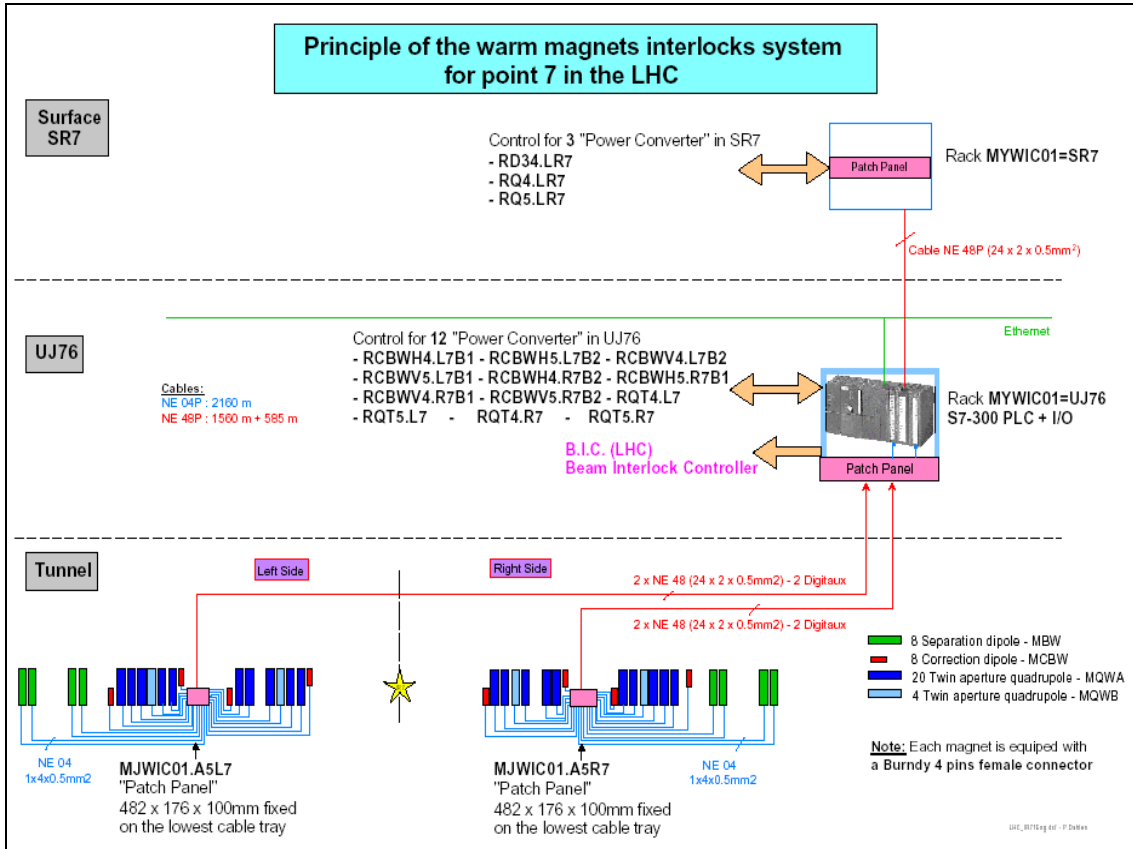
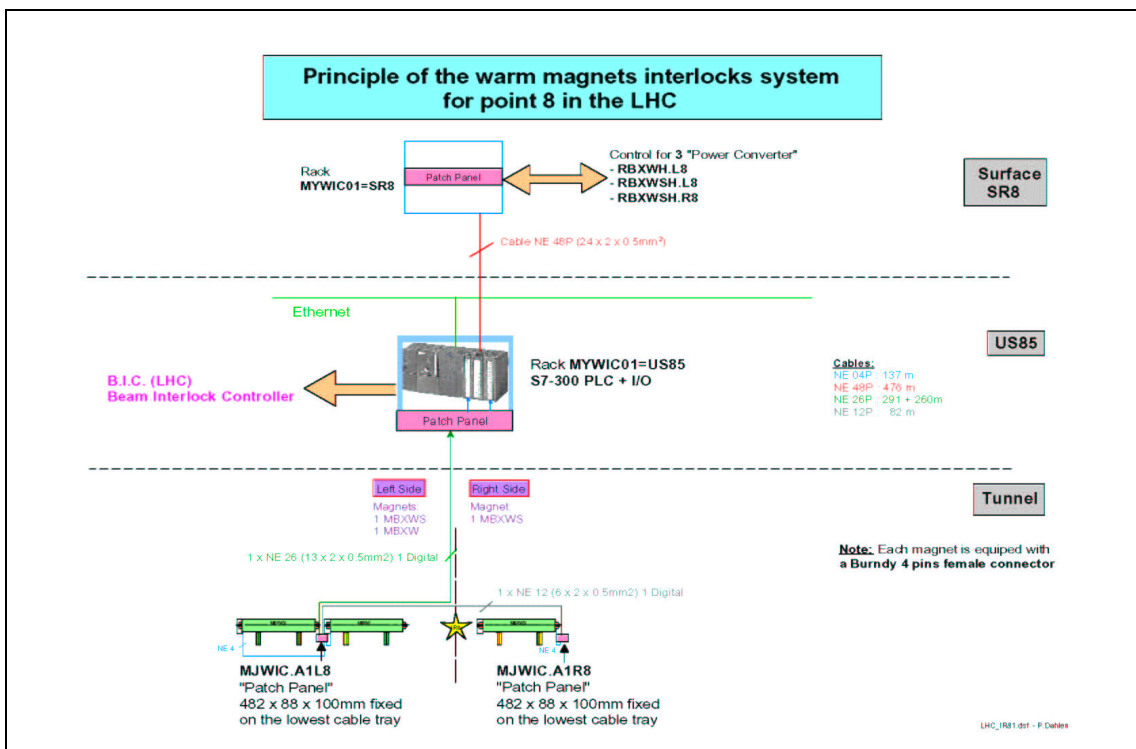

Fig.1 : Layout Point 7
Fig.2 : Layout Point 8
- Accès aux données par l'intermédiaire du PLC : 1 PLC par IP (7 au total), connecté à Ethernet: cf. Fig. 1 Layout pour le point 7, Fig. 2 Layout pour le point 8.